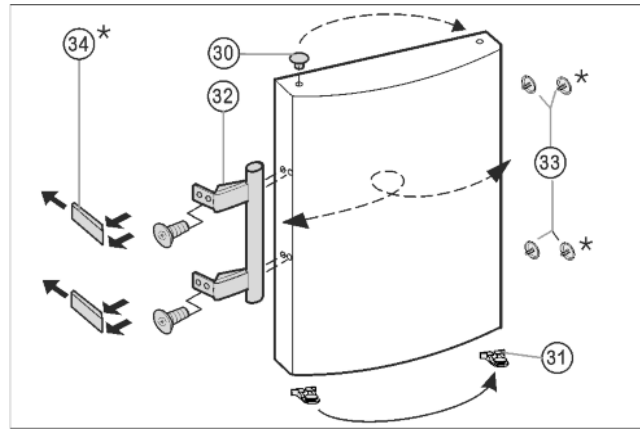

Fig. 8
- Trň Fig. 8 (33) z ložiskového puzdra dverí vyberte a premiestnite.
- Odmontujte držadlo dverí Fig. 8 (32), trne Fig. 8 (33) a prítlačné platničky* Fig. 8 (34) a premiestnite na opačnú stranu.